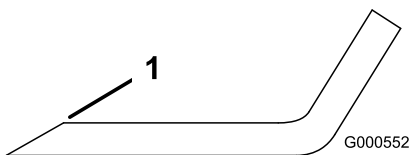

Figura 48
- Utilice una lima para afilar el filo de corte en ambos extremos de la cuchilla (Figura 48).
Nota: Si la cuchilla no está equilibrada, rebaje algo el metal en la parte de la vela solamente con una lima (Figura 48).